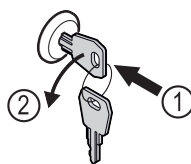

Fig. 176
- ▶ Klíč zasuňte dovnitř. Fig. 176 (1)
- ▶ Otáčejte klíčem o 90° proti směru hodinových ručiček. Fig. 176 (2)